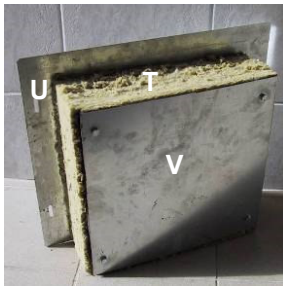

Fig: 8
- Couper la laine de roche (T) à la taille de l'ouverture dans le mur Fig.8.
- Prendre la laine de roche (T) et comme présenté en Fig.8, la monter entre la plaque de recouvrement et l'arrière du regard (U). Pour ce faire, utiliser les vis à six pans livrées.
- Insérer le couvercle d'entretien (W) et le visser avec des écrous papillons.